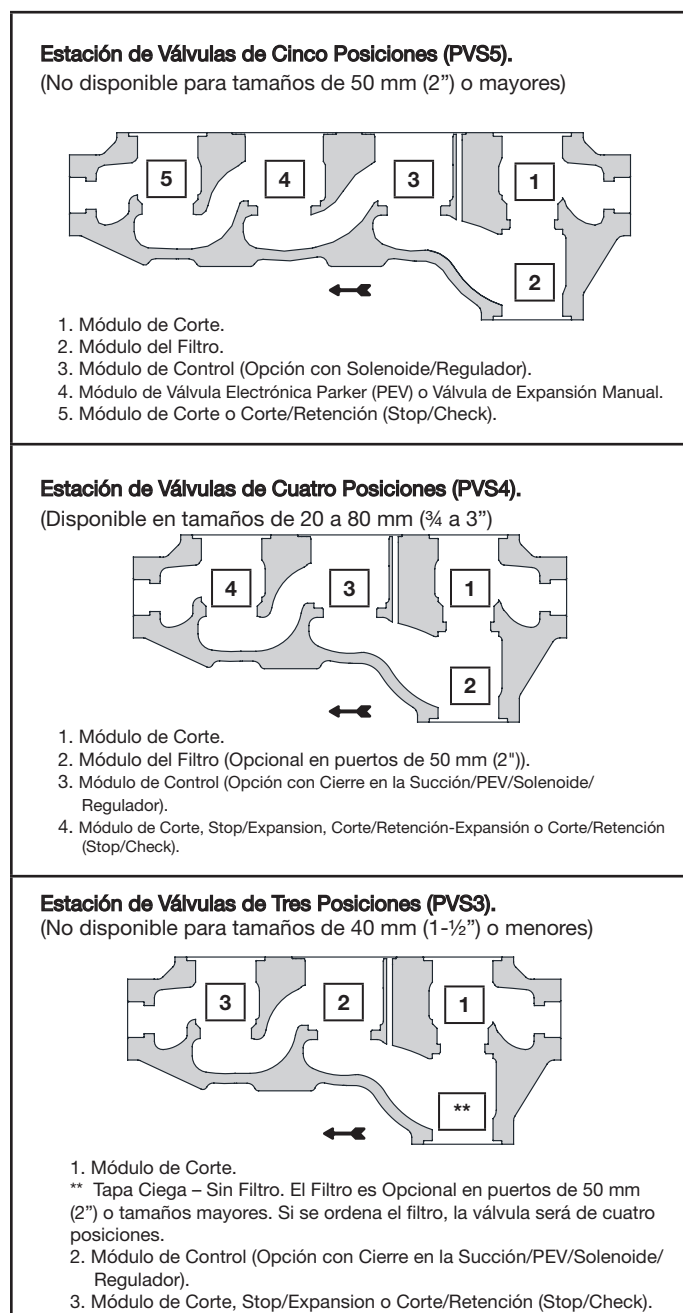

Figura 1: Cuerpos de la Estación de Válvulas PVS.
2. El coeficiente de flujo mostrado es para el módulo de control en la posición correspondiente, ver Figura 1.
La PVS es un diseño innovador que combina varias funciones diferentes en una estación de válvulas compacta. Esta plataforma multi-módulos está disponible en cuerpos para tres, cuatro o cinco posiciones, como se muestra en la Figura 1, con la capacidad de módulos intercambiables (de acuerdo a los tamaños disponibles):
Existen varias opciones para la posición del módulo de control (ver Figura 1), tales como: solenoide ('PS4'), solenoide dual ('PS4D'), módulo electrónico ('PEV'), cierre en la succión ('GSS'), regulador a la entrada ('PA4'), regulador a la salida ('PA4O'), regulador diferencial ('PA4L') y en combinación con otras variantes como el regulador con cierre eléctrico ('PA4S'), regulador con apertura eléctrica total (bypass) ('PA4B') y regulador de presión dual ('PA4D'), etc. Consulte los Diagramas de Flujo Esquemáticos en el **Apéndice "A"** para una mejor comprensión de cada variante.